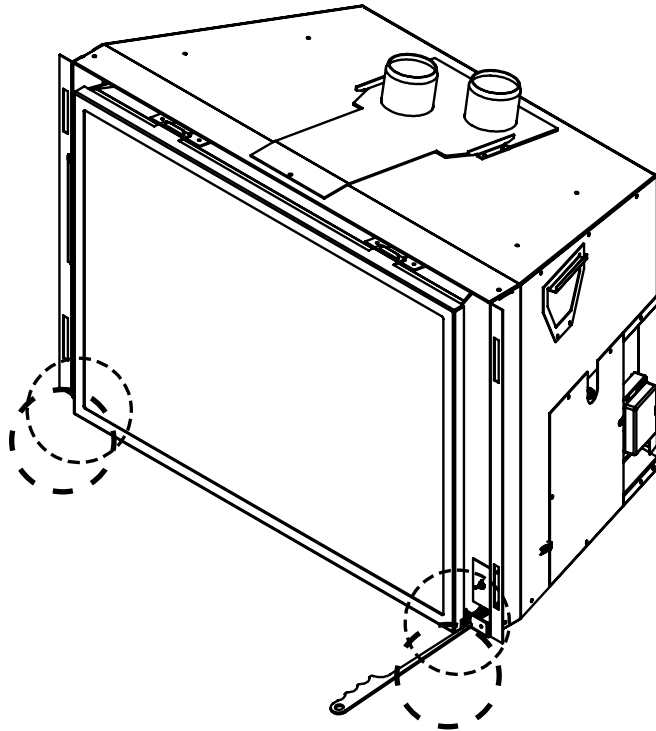
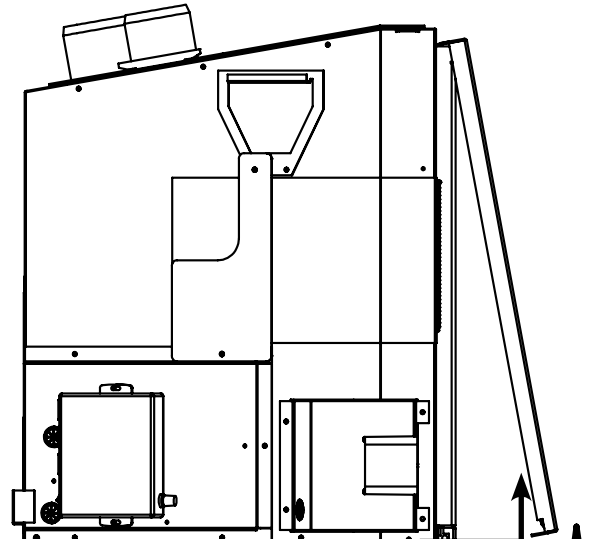

Figure 18: déverrouillage de la porte
Figure 19: enlèvement de la porte
Enlever la porte vitrée en plaçant l'extrémité recourbée de l'outil de déverrouillage de la porte dans le trou sur le mécanisme de verrouillage de porte (voir figure 18) et en tirant le loquet puis vers le haut. Lorsque les deux (2) loquets ont été libérés, inclinez le bas de la porte avant, puis soulevez-le pour décrocher les pattes porte, en haut (voir figure 19). Remonter dans l'ordre inverse.